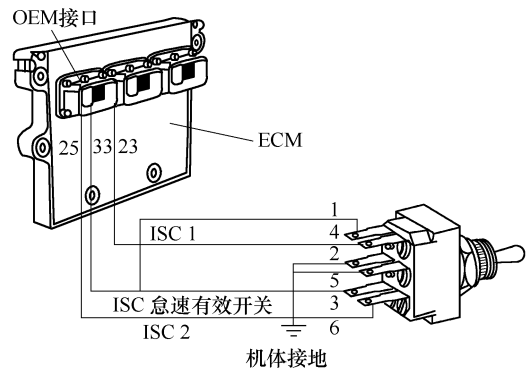

图 5-57 ISC 与 ECM 的连接电路
② ISC 与 ECM 的连接电路如图 5-57 所示。ISC 电路显示了 ISC1 和 ISC2 特性, 标定仅允许有一个 ISC 接通特性。ISC 电路与一个双刀(DPDT)三位开关相连。